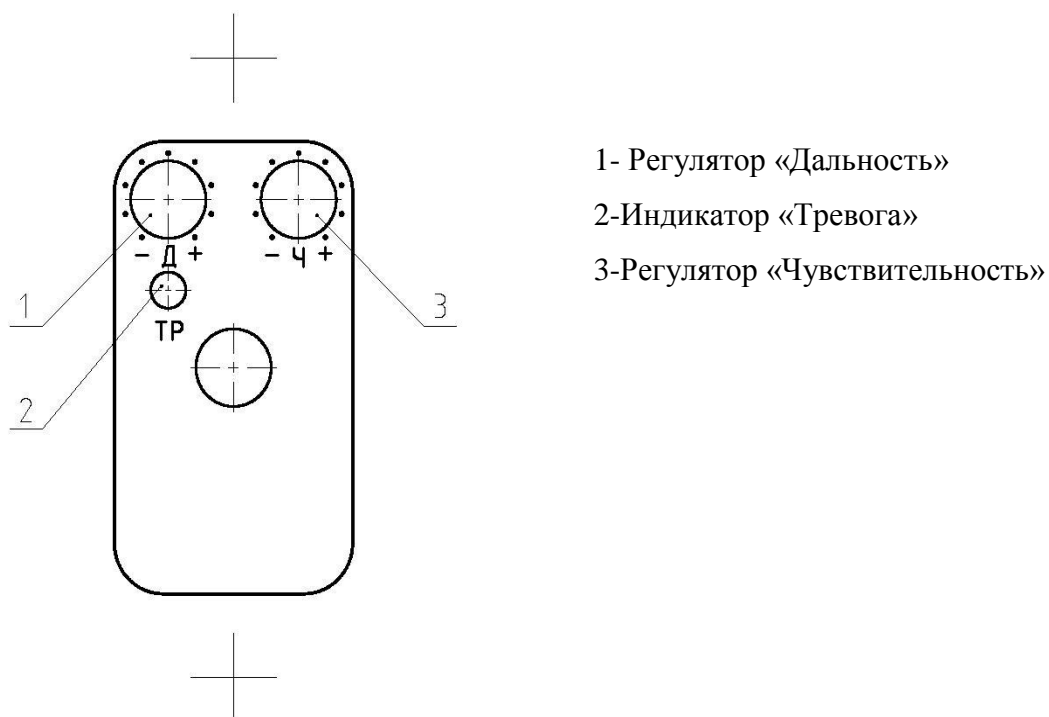

Рисунок 9.1
9.1.3 Требуемая длина ЗО и чувствительность устанавливаются с помощью регуляторов «Дальность» «Д» и «Чувствительность» «Ч» Рисунок.9.1.